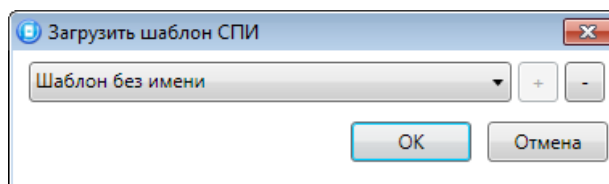

Рисунок 4.57 — Окно *Загрузить шаблон СПИ*
- *Загрузить шаблон настроек:* открытие окна *Загрузить шаблон СПИ* (см. рисунок 4.57), с помощью которого может быть сконфигурирован контроллер по предварительно созданному шаблону. Для того чтобы применить шаблон, выберите его в списке и нажмите кнопку *OK*.